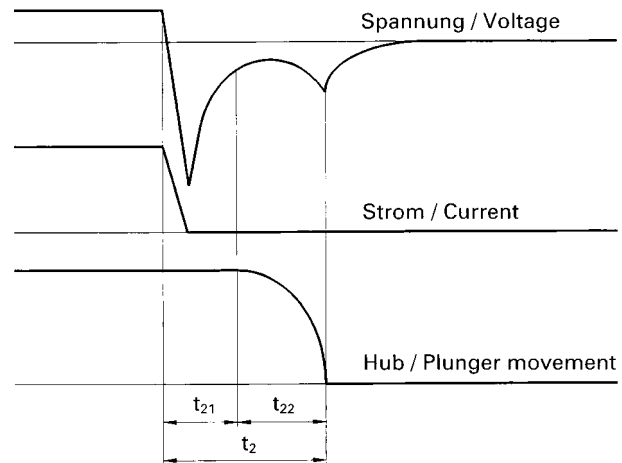

Fig. 3
8.2 Ausschaltvorgang (Fig. 3)
8.2 Switching-off procedure (Fig. 3)